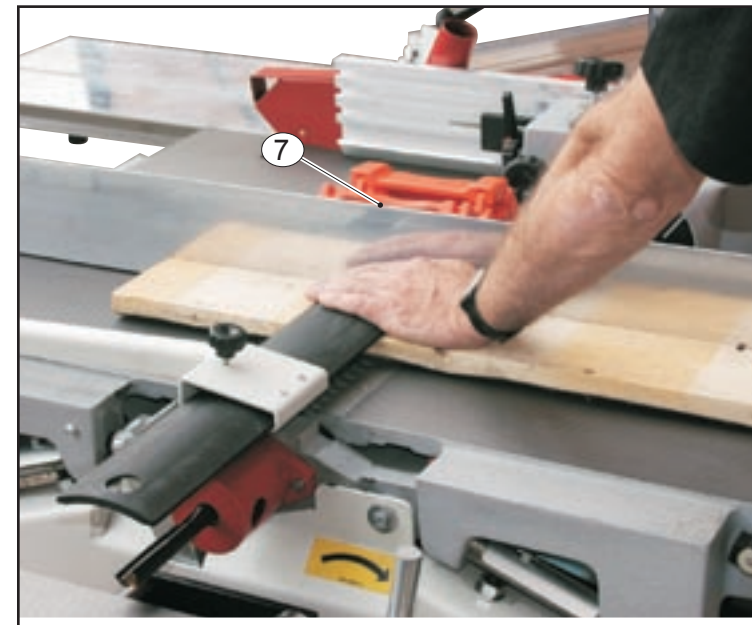

Fig. 5.8.1B
- lavorazione con riga a bordo alto per piallature a 90° (fig. 5.8.1B)